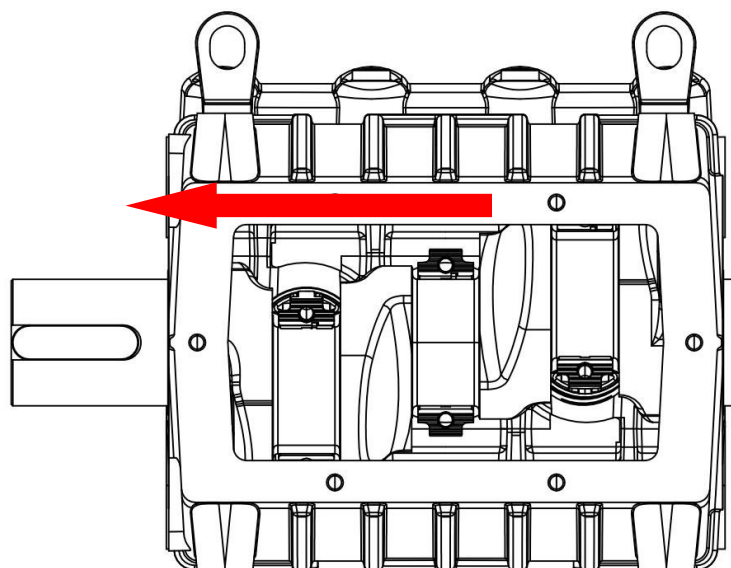

Рис. 16. Коленчатый вал и шатуны в картере (вид со стороны задней крышки)
5. Выдвиньте плунжеры и соответствующие шатуны вперёд, чтобы облегчить извлечение коленчатого вала со стороны выступающего конца (рис. 16).